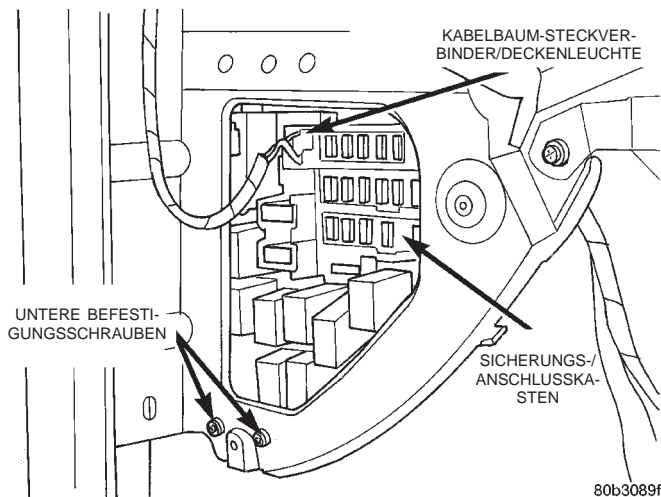
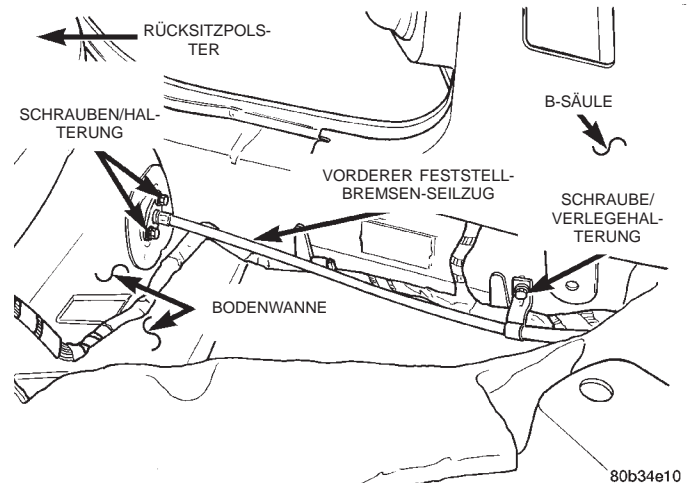
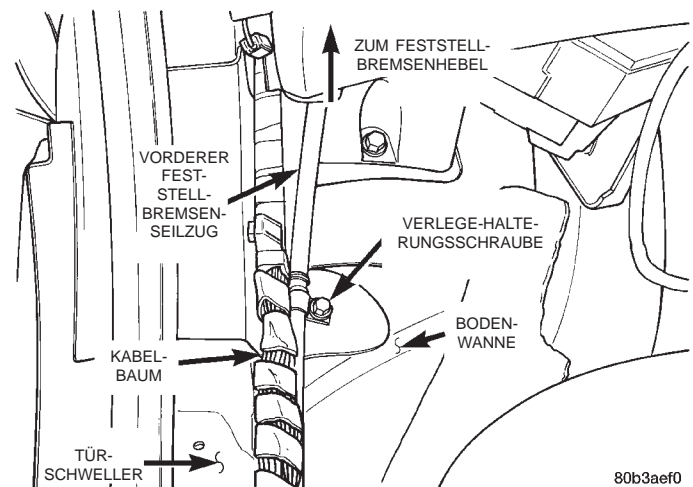

Abb. 67 Sicherungs-/Anschlusskasten
Abb. 68 Vorderer Feststellbremsen-Seilzug am hinteren Teil der Bodenwanne
Abb. 69 Befestigung des vorderen Feststell-Bremsenseilzugs am vorderen Teil der Bodenwanne
(15) Die 2 unteren Befestigungsschrauben lösen, mit denen die Halterung des Sicherungs-/Anschlusskastens am Endgehäuse der Instrumententafel befestigt ist (Abb. 67).
(16) Die 2 Schrauben lösen, mit denen die Oberkante des Sicherungs-/Anschlusskastens an der Halterung der Instrumententafel befestigt ist. Diese Schrauben werden von oberhalb der rechten Seite des Sicherungs-/Anschlusskastens aus nach links eingedreht.
(17) Den Kabelbaum-Steckverbinder der Deckenleuchte vom Sicherungs-/Anschlusskasten abziehen (Abb. 67).
(18) Den Sicherungs-/Anschlusskasten so weit wie möglich nach unten und nach rechts bewegen, ohne dabei den Kabelbaum oder den Sicherungs-/Anschlusskasten zu beschädigen.
(19) Türschwellerabdeckung der linken hinteren Tür ausbauen.
(20) Gurtpeitschenbolzen aus dem unteren Teil der B-Säule herausdrehen.
(21) Fußraumauskleidung auf der linken Seite des Fahrgastraumes nach hinten ziehen, um den vorderen Feststellbremsen-Seilzug freizulegen.
(22) Die 2 Schrauben lösen, mit denen die Halterung des vorderen Feststellbremsen-Seilzugs am hinteren Teil der Bodenwanne befestigt ist (Abb. 68).
(23) Die 2 Verlege-Halterungsschrauben lösen, mit denen der vordere Feststellbremsen-Seilzug auf der linken Seite des Fahrgastraumes am Boden befestigt ist. Eine Schraube befindet sich am Sockel der B-Säule am Gurtpeitschenbolzen (Abb. 68) und die andere unter dem Feststell-Bremsenhebel an der Bodenwanne (Abb. 69).
(24) Die hintere Schraube herausdrehen und die 2 vorderen Muttern von den Stehbolzen lösen, mit denen der Feststell-Bremsenhebel befestigt ist.